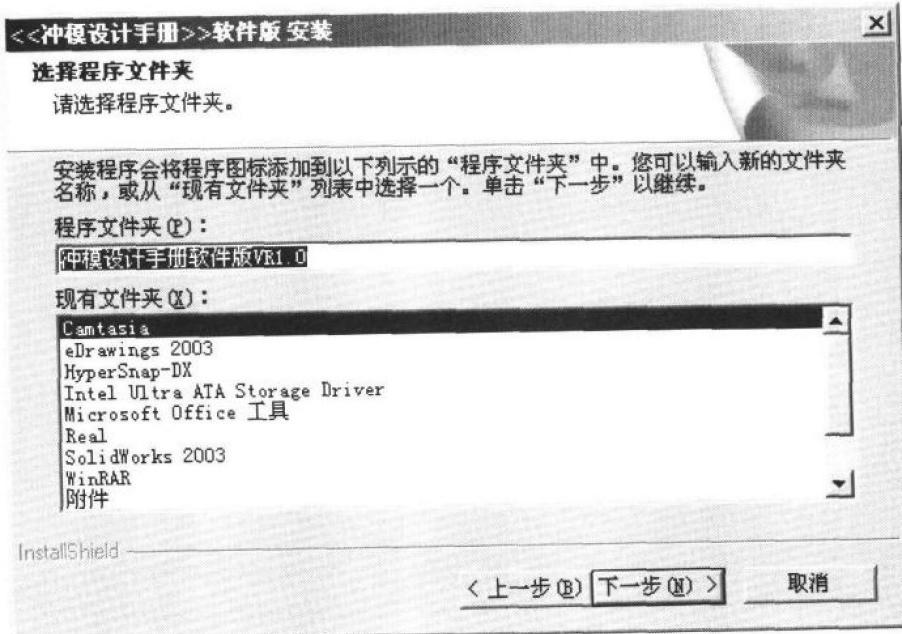

图 1.8 选择程序文件夹界面
(8) 单击“下一步”按钮，出现选择程序文件夹界面，如图 1.8 所示。您可以输入新的文件夹名，或从现有文件夹列表中选择一个。